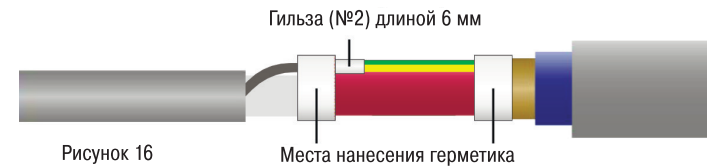

Рисунок 16
7. Вставить в гильзу №2 жилу заземляющего провода с одной стороны и жгут из экранирующей оплетки нагревательного кабеля с другой стороны. Жила должна быть вставлена в соединитель до изоляции. Жгут оплетки и заземляющая жила должны входить в гильзу на всю ее длину. Перед обжатием гильзы требуется убрать лишнюю длину жгута из экранирующей оплетки. Опрессовать гильзу ручным кримпером. Затем нанесите герметик шириной 5-7 мм по окружности кабеля в указанных местах (рис. 16).